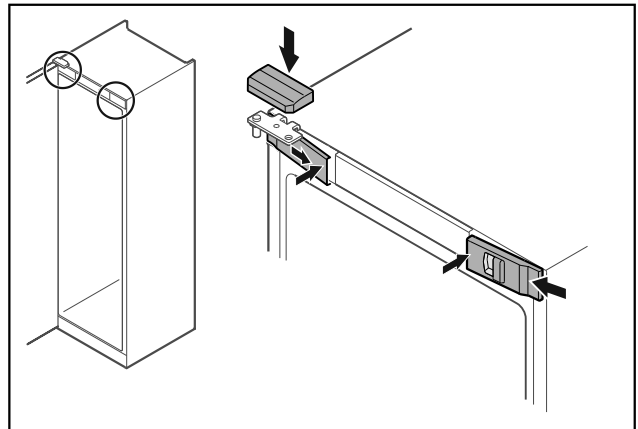

Fig. 48
- ▶ Zaháknite predné kryty Fig. 48 (1) naboku a zaistite ich vnútri.
- ▶ Zaistite horný kryt Fig. 48 (2) zhora.